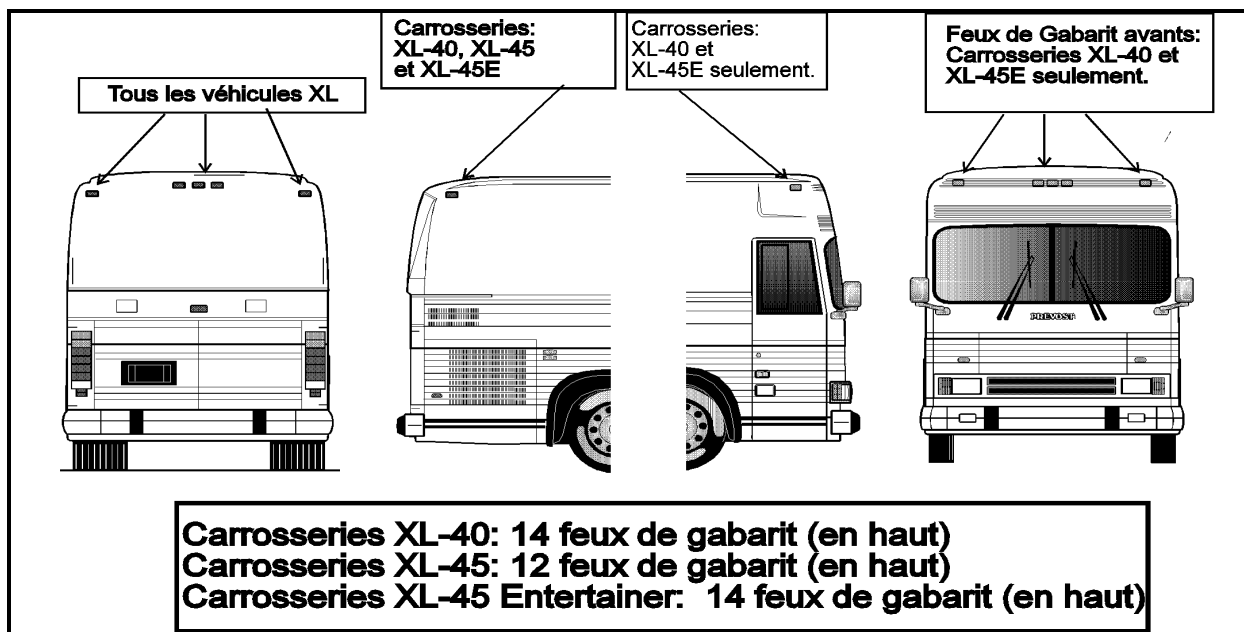

FIGURE 3: POSITION DES FEUX DE GABARIT SUR LES CARROSSERIES XL
1. Pour éliminer les problèmes d'étanchéité sur les cinq (5) feux de gabarit avants (Fig. 3), enlever les vis de retenues et les lentilles.
4. Pour remplacer les joints d'étanchéité sur les neuf (9) feux de gabarit qui restent, enlever les vis de retenues et les lentilles.